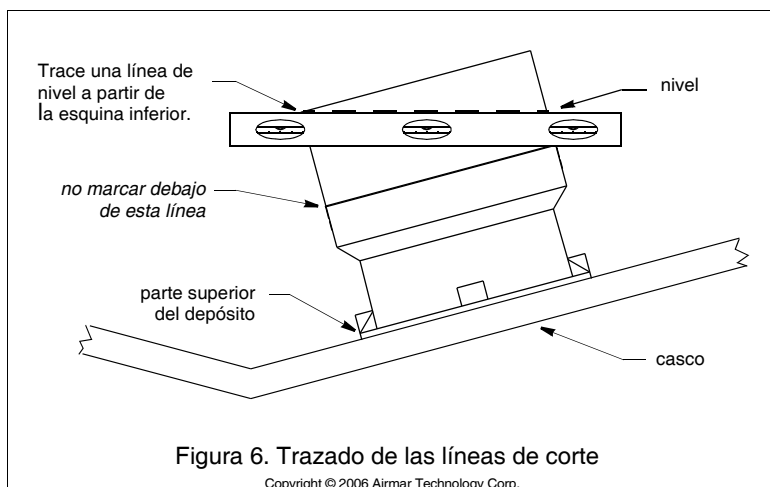

Figura 6. Trazado de las líneas de corte
1. Cuando considere que la ubicación seleccionada es óptima, coloque el depósito boca abajo sobre el casco (figura 6).